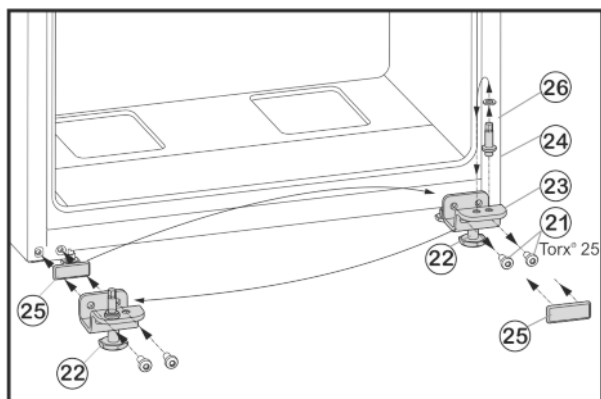

Fig. 8
- ▶ Upevňovací šrouby Fig. 8 (21) odšroubujte.
- ▶ Vyměňte spodní stojan ložiska Fig. 8 (23) i s ložiskovým čepem Fig. 8 (24), podložkou Fig. 8 (26) a seřizovací nožkou Fig. 8 (22).
- ▶ Ložiskový čep Fig. 8 (24) kompletně odšroubujte i s podložkou Fig. 8 (26), přemístěte do protilehlého upínacího otvoru stojanu ložiska a opět přišroubujte.
- ▶ Krycí desku Fig. 8 (25) opatrně sejměte a přemístěte ji na protější stranu.
- ▶ Dolní stojan ložiska Fig. 8 (23) opět kompletně, i s ložiskovým čepem Fig. 8 (24), podložkou Fig. 8 (26) a seřizovací nožkou Fig. 8 (22), případně s pomocí akumulátorového šroubováku **silou (4 Nm)** našroubujte na nové straně závěsu dveří.
- ▶ Dveře nasad'te shora na ložiskový čep Fig. 8 (24).
- ▶ Seřizovací nožku Fig. 8 (22) na spodním stojanu ložiska Fig. 8 (23) vytáčejte, až dosedne na zem.